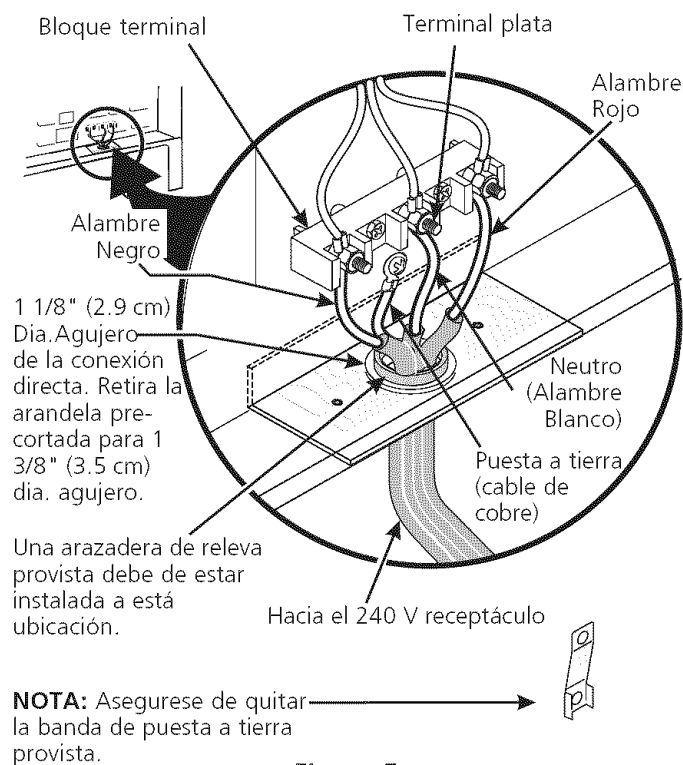

Figura 5
Para las casas sobre ruedas, las nuevas instalaciones, en los vehículos de recreación o en las áreas donde los códigos locales no permiten la conexión del conductor a tierra al neutro, un ensamblaje de suministro eléctrico de 4 conductores para estufas, clasificado a 125/250 voltios mínimo, 50 amperios mínimo, debe de ser utilizado (ver la figura 5).
3. Utilizar los tuercas suministraron en el paquete de la literatura para conectar el alambre de tierra (verde) del cable de bronce del suministro eléctrico al armazón del electrodoméstico con el tornillo de la base, usando el hoyo del armazón por donde retiró la correa de la base (vea figura 5).
Si el aparato está conectado directamente al cortacircuito, a la caja de fusibles o a la caja de empalmes, use un cable blindado flexible o no metálico recubierto de cobre (con alambre a tierra). Provee una abrazadera releva de anclaje homólogo UL a cada extremidad del cable. A la extremidad del electrodoméstico, el cable pase a través del agujero de la conexión directa (ver figura 5) en el cordón de la placa de montaje. El tamaño de los alambres (**alambre de cobre solamente**) y las conexiones deben estar conforme al régimen del electrodoméstico.